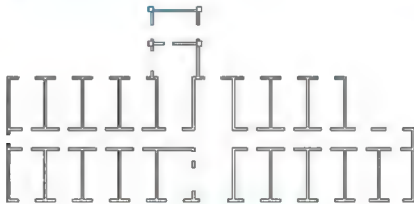

图 2.140 加粗后的墙线和柱线
⑤ 在选择对象: 提示下, 按 Enter 键进入下一步命令。
⑥ 在是否将直线和圆弧转换为多段线? 是(Y)/否(N)? : 提示下, 按 Enter 键, 执行尖括号内的默认值“Y”, 表示要将所有选中的对象转化为多段线。
⑦ 在输入选项 [闭合(C)/合并(J)/宽度(W)/编辑顶点(E)/拟合(F)/样条曲线(S)/非曲线化(D)/线型生成(L)/放弃(U)]: 提示下, 输入“J”后按 Enter 键, 表示要执行【合并】子命令。这样, AutoCAD 将第④步全选的对象中所有首尾相连的对象合并在一起。
⑧ 在输入模糊距离或 [合并类型(J)]: 提示下, 按 Enter 键, 表示执行尖括号内默认的模糊距离“0.000”。
⑨ 在输入选项, [打开(O)/合并(J)/宽度(W)/编辑顶点(E)/拟合(F)/样条曲线(S)/非曲线化(D)/线型生成(L)/放弃(U)]: 提示下, 输入“W”后按 Enter 键, 表示要改变线的宽度。
⑩ 在指定所有线段的新宽度: 提示下, 输入“50”, 表示将线的宽度由 0mm 改为 50mm, 结果如图 2.140 所示。